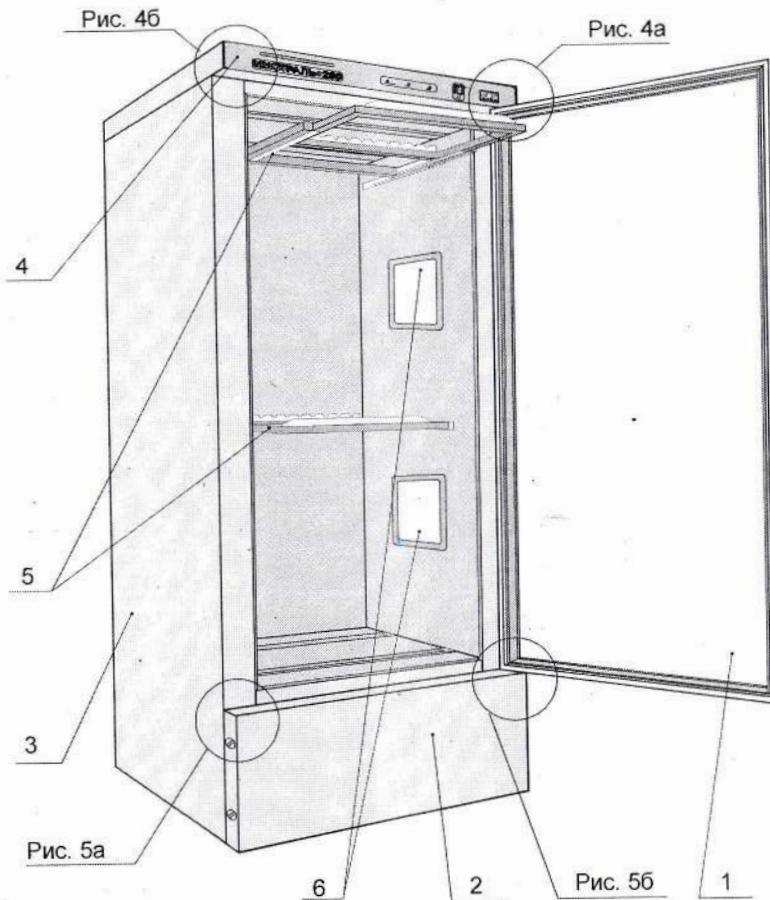

Рис. 1 Сушильный шкаф
- 1.1. Шкаф сушильный (рис.1) предназначен для сушки закрепленных в рамки рентгеновских пленок после химической обработки и промывки.
5.1. Расположение основных элементов шкафа показано на рис.1 .
- 6.8. Удалите пластмассовую проставку 1, расположенную между нижней панелью шкафа и рамой стеклянной двери (рис.1), для чего аккуратно приоткройте дверь. После того, как проставка высокочит, дверь скачком опустится на 2–3 мм вниз и встанет в нормальное рабочее положение.
- 6.9. Проверьте возможность свободного выдвижения из шкафа обеих полок 5 рис.1.